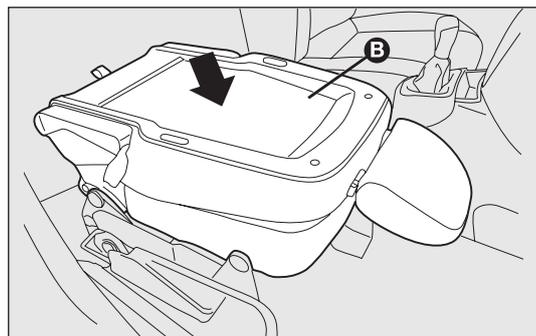

fig. 23
- a continuación, actúe en el respaldo B-fig. 23 pulsando hacia abajo: de esta manera, el asiento está completamente abatido sobre sí mismo en la posición de mesa ;